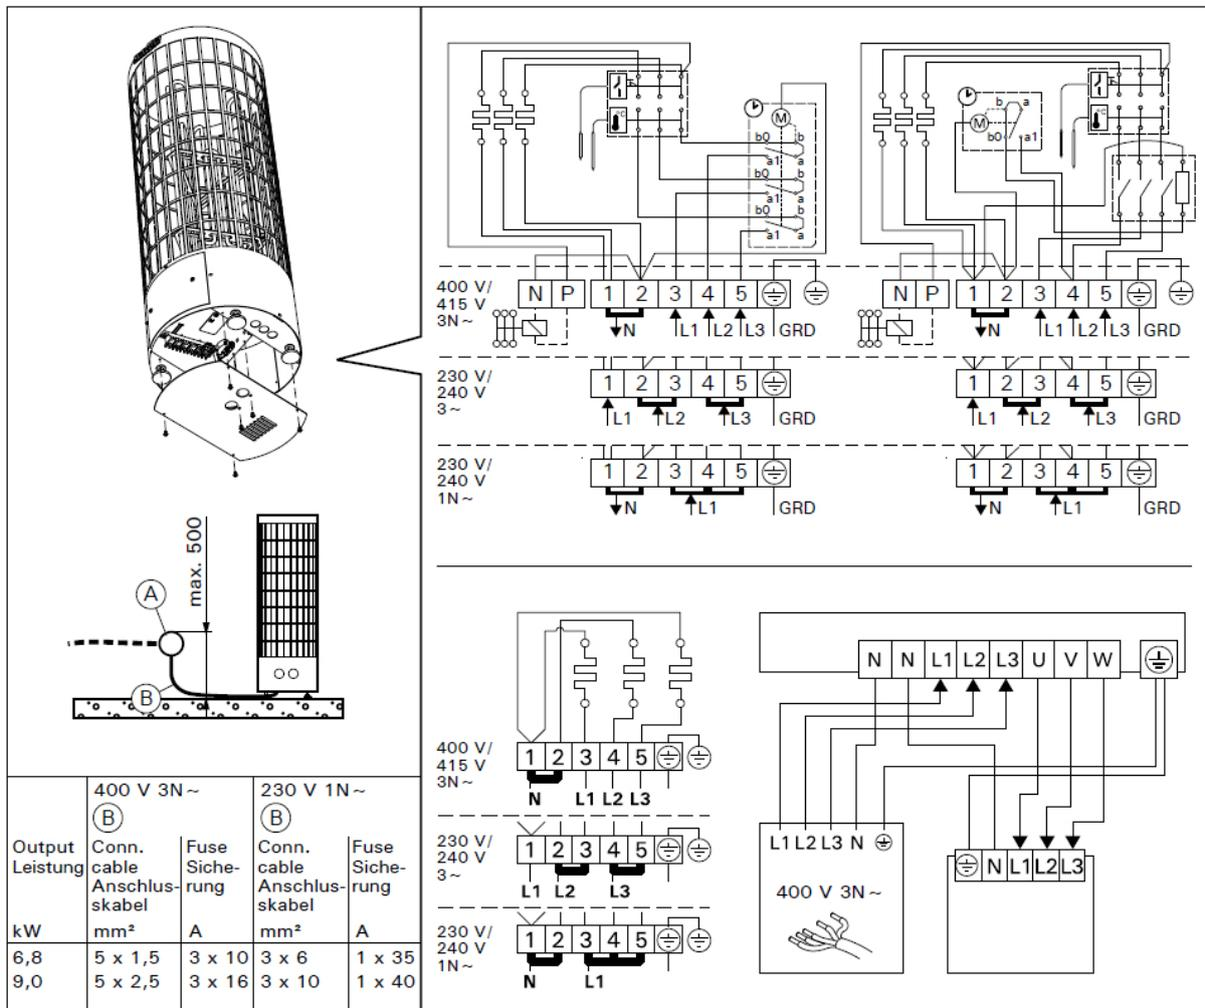

Abbildung 7. Elektroanschlüsse
- Der Saunaofen wird halbfest an die Klemmdose (Abb. 7: A) an der Saunawand befestigt. Die Klemmdose muß spritzwasserfest sein und darf höchstens 500 mm über dem Fußboden angebracht werden.
- Als Anschlusskabel (Abb. 7: B) wird ein Gummikabel vom Typ H07RN-F oder ein entspre-
- Die Saunaöfen sind zusätzlich zum Netzanschluss mit einer Klemme (P) ausgestattet, welche die Möglichkeit zur Steuerung der Elektroheizung bietet (Abb. 7). Der Ofen übernimmt mit dem Einschalten die Spannungsregelung. Das Steuerungskabel für die Elektroheizung wird direkt zur Klemmdose des Saunaofens gelegt und von dort aus durch ein Gummikabel der gleichen Stärke weiter zur Reihenklemme des Saunaofens geleitet.